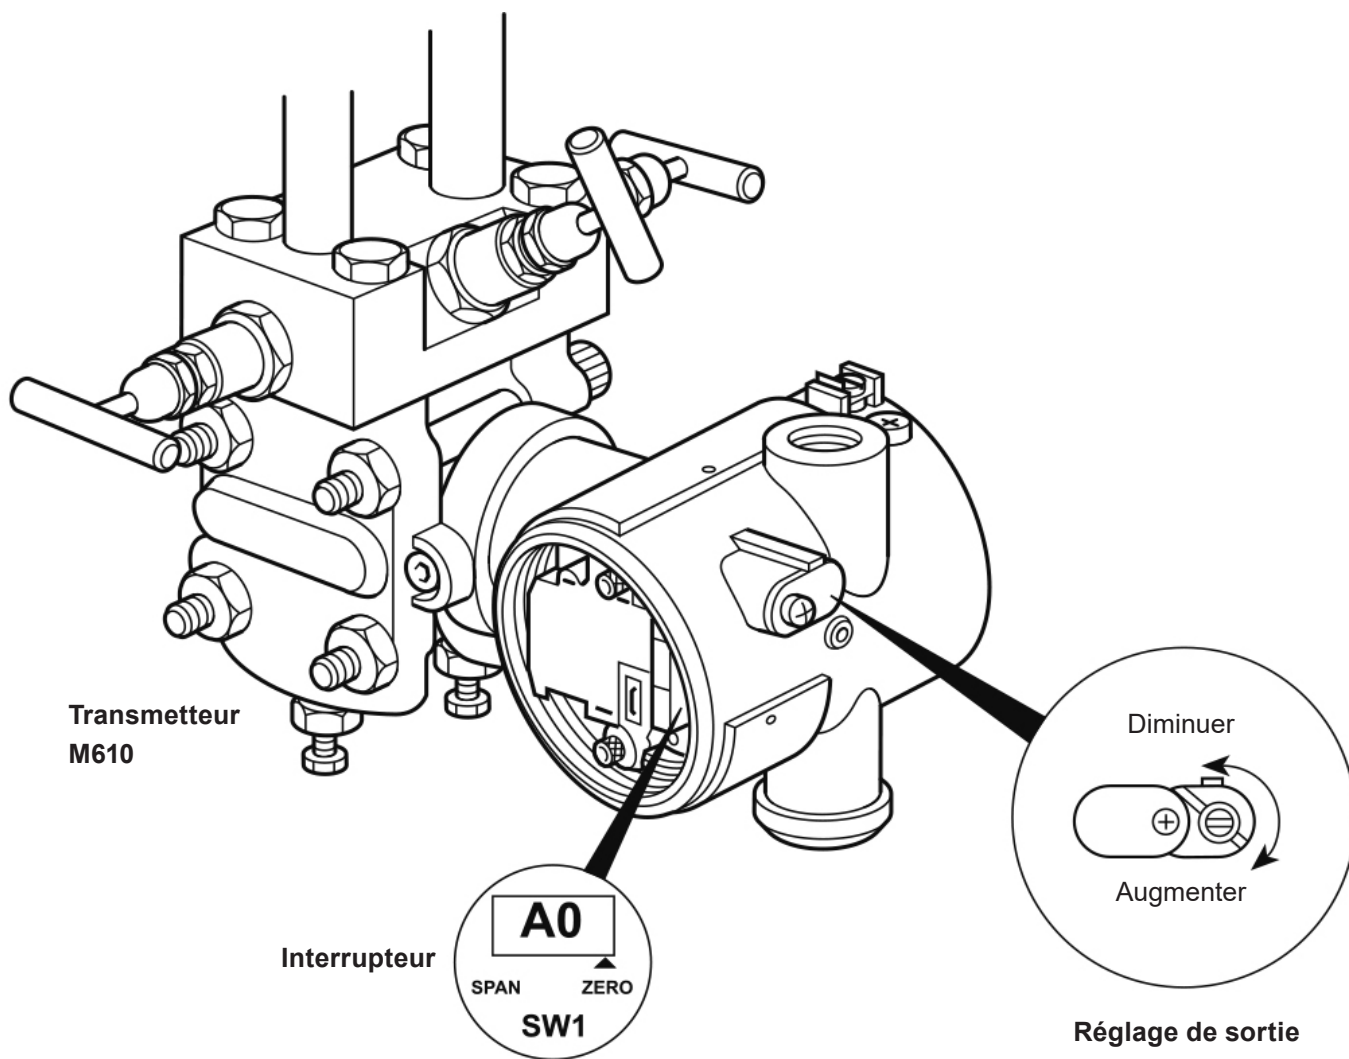

Fig. 15
- 7.2.4 En utilisant convenablement un milliampèremètre, vérifier qu'on a bien 4 mA à la sortie du transmetteur M610 à travers les borniers CK+ et CK-, comme montré sur la Fig.15. (si l'affichage est utilisé, l'unité de lecture doit être à débit zéro). Régler l'interrupteur sur la position 6 et en utilisant les boutons "Up" et "Down" sur le M610, régler le zéro jusqu'à ce que la valeur soit exactement de 4 mA (voir les réglages de la position de l'interrupteur à l'intérieur du couvercle bleu du M610) voir la Fig.15.